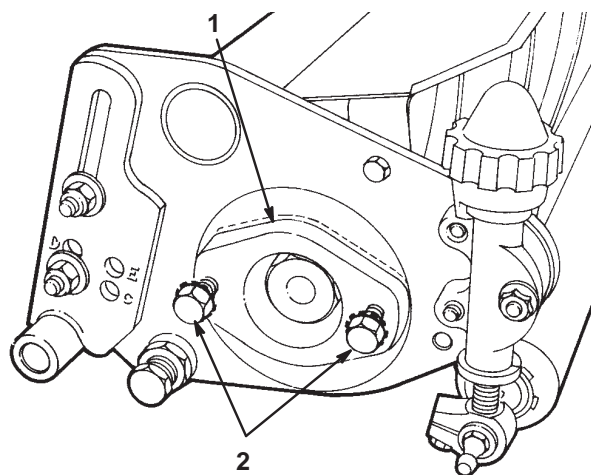

図 18
3. カッティングユニット両側のベアリング・ハウジングから取り付けボルトを外す (図18)。